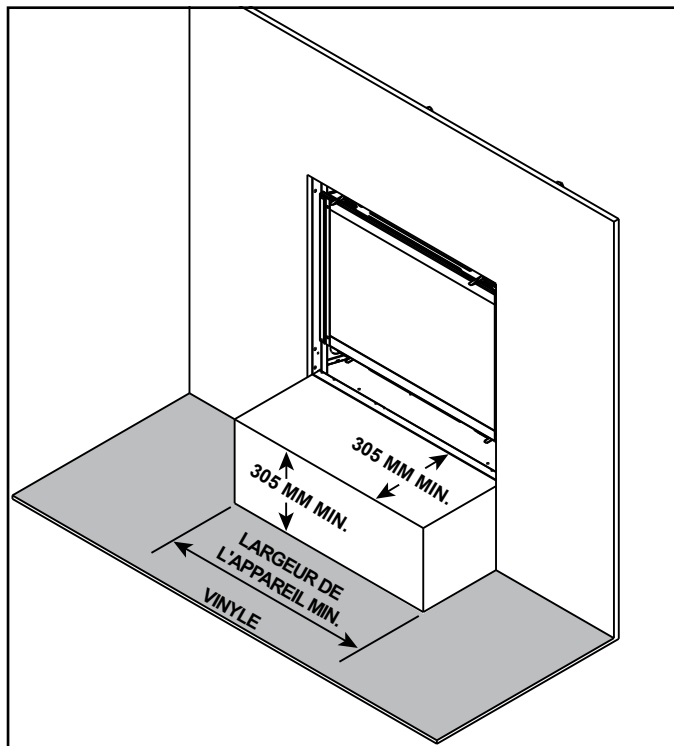

Figure 3.17 Recommandations pour les parements en vinyle
Les parements en vinyle sont sensibles à la chaleur. Pour éviter d'endommager le parement en vinyle, un foyer de 304 mm minimum x 304 mm minimum est recommandé lors de l'utilisation du parement en vinyle jusqu'au mur. Voir la figure 3.17. S'il n'y a pas d'âtre, il est recommandé de prévoir un dégagement d'au moins 762 mm (30 po) devant l'appareil pour le parement en vinyle OU le bas de l'appareil doit être surélevé d'au moins 610 mm (24 po) par rapport au sol pour permettre l'installation du parement en vinyle jusqu'au mur.
- Le plancher inflammable peut être situé devant l'appareil. Il existe des exceptions en ce qui concerne les parements en vinyle et/ou adhésifs pour ces modèles, comme indiqué dans la figure 3.17.